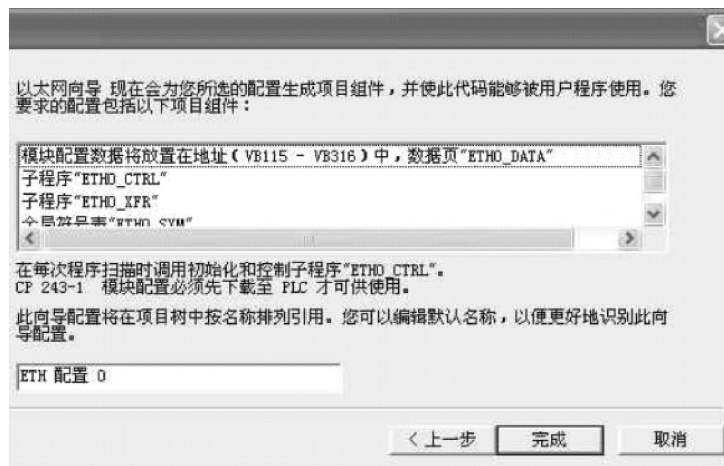

图 7-49 生成的子程序及符号
12) 在图 7-49 中，以太网模块向导为选择的配置（程序块和数据块）生成项目部件，并允许程序使用这些代码。但在使用前，则必须将以太网模块配置块（数据块）、系统块和程序块下载至 S7-200 CPU。